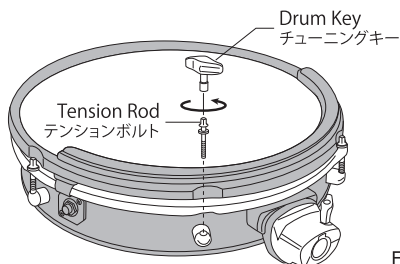

Fig.16
1. Remove all Tension Rods (Fig.16).
チューニングキーでテンションボルト（6本）を取り外します (Fig.16)。